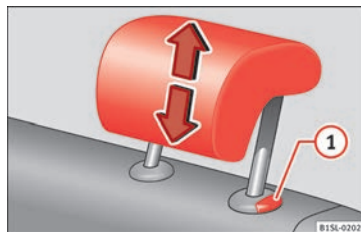

Fig. 66 Ajustar los apoyacabezas posteriores.
- Desplace el apoyacabezas en el sentido de la flecha, hacia arriba o hacia abajo a la vez que presiona la tecla » fig. 66 ① » ⚠️.